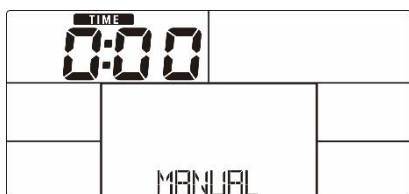
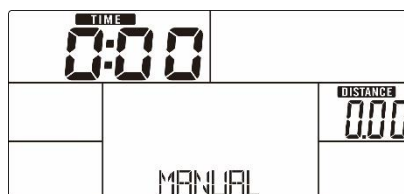
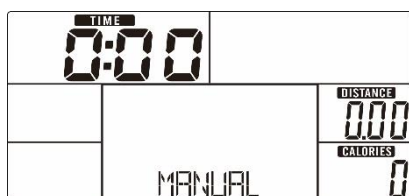
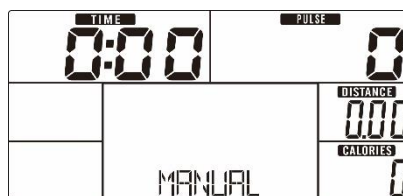

Bild 8
Bild 9
Bild 10
Bild 11
- Använd UP eller DOWN för att ställa in TIME (bild 8), DISTANCE (bild 9), CALORIES (bild 10), PULSE (bild 11) och tryck på MODE / ENTER för att bekräfta.